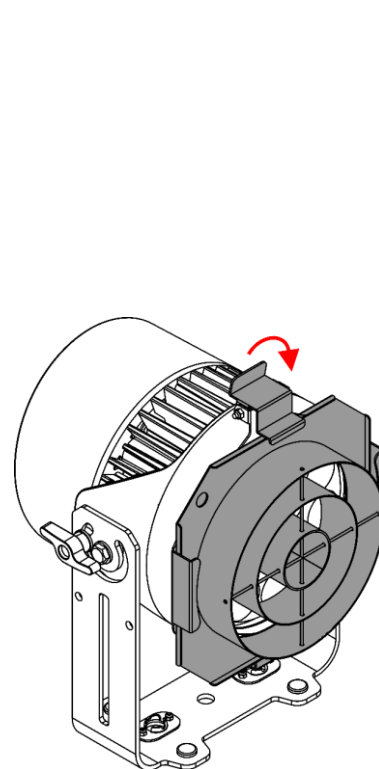

Fig. 14
- 04) Tirare il clip di fissaggio a molla del Supporto per l'accessorio verso il basso (Fig. 14). Il cilindro viene bloccato in posizione.